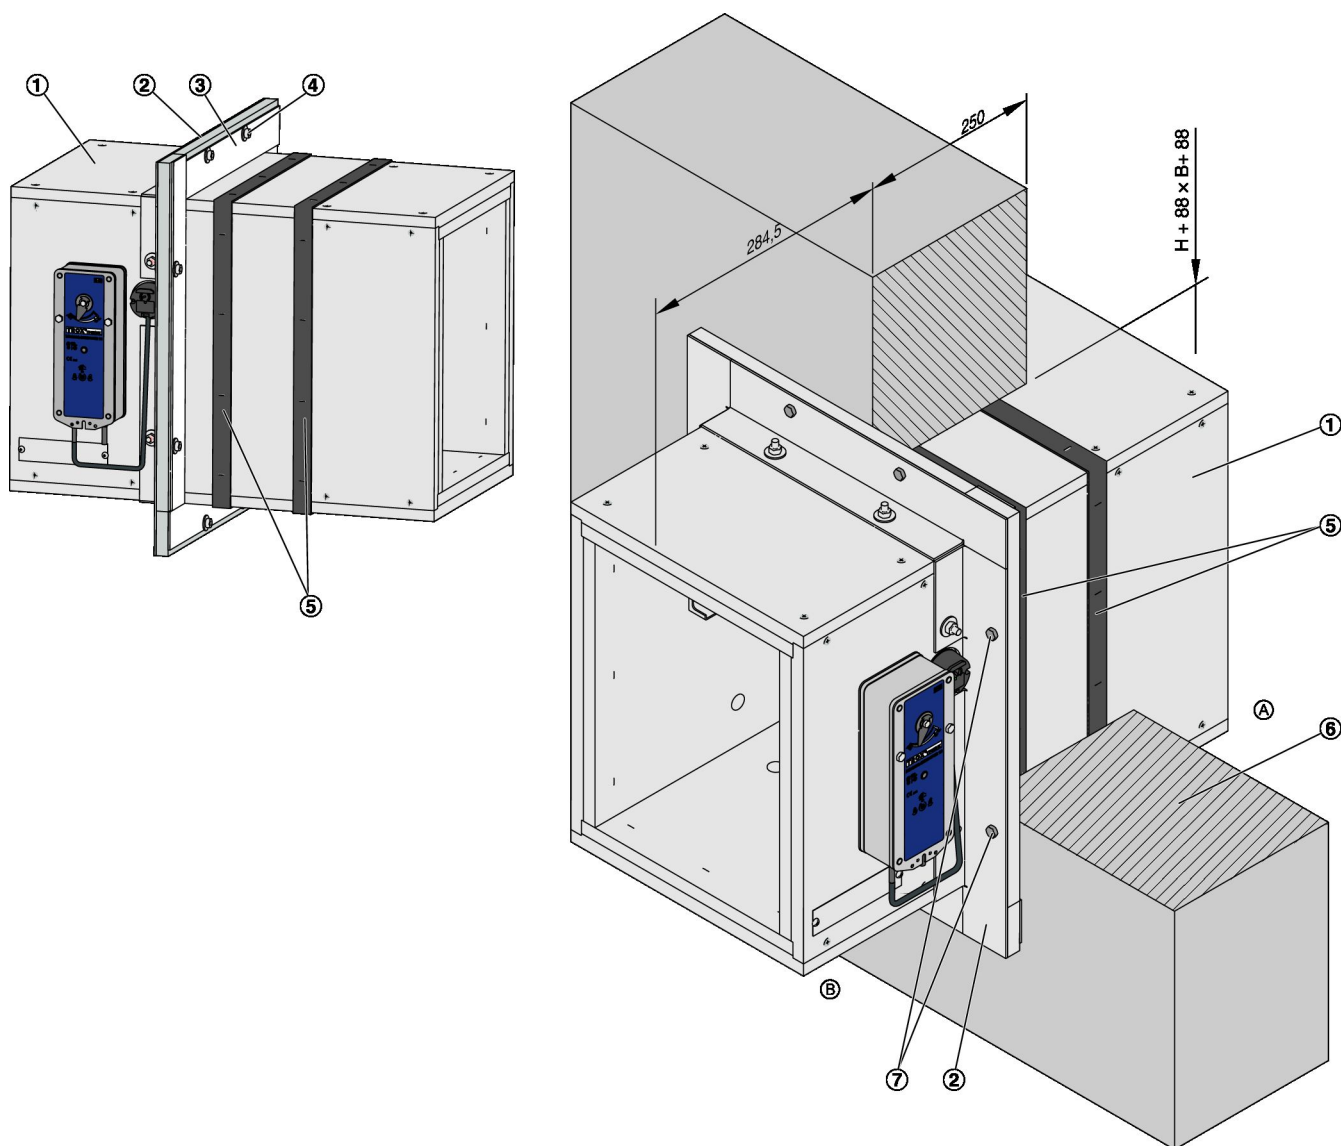

Abb. 5: Einbau in Massivwand
- 3. ▶ Transportschrauben für Dichtstreifen ( Abb. 5 /4) demontieren.
- 5. ▶ Brandschutzklappe mit Metalldübeln und Schrauben M8, oder Schraubankern M8 festschrauben ( Abb. 5 /7).